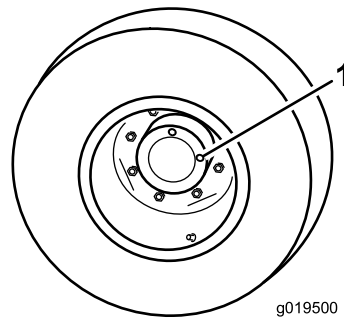

Figura 65
1. Posizionate la macchina su terreno pianeggiante e la ruota in modo che un tappo di controllo (Figura 65) si trovi a ore 12 e l'altro a ore 3.
1. Tappo di controllo/spurgo (2)
2. Rimuovete il tappo a ore 3 (Figura 65).